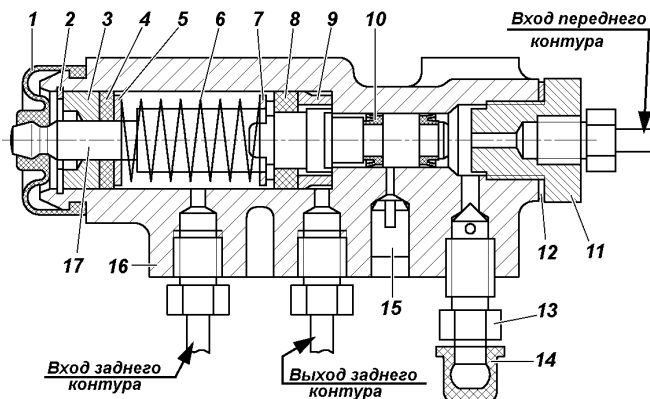

Рис. 9.31. Регулятор давления:
При нажатии на педаль тормоза поршень 17 (рис. 9.31) регулятора давления должен выдвинуться из корпуса на 1,7 - 2,3 мм. Отсутствие хода поршня, а также его недостаточный или чрезмерный ход свидетельствует о неисправности регулятора или его привода.
3. Заверните болт 4 до соприкосновения его с хвостовиком поршня 17 (см. рис. 9.31) регулятора.